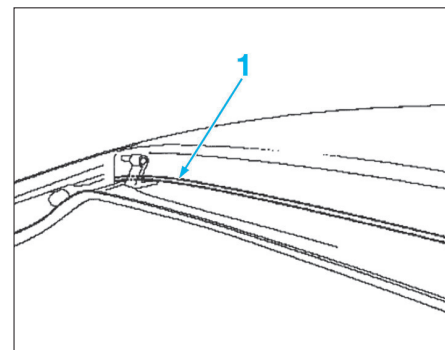

FIG. 81
- Découper l'arrière du pavillon (1) à 10 mm au-dessus du bord pour ne pas endommager le cadre (Fig.81).